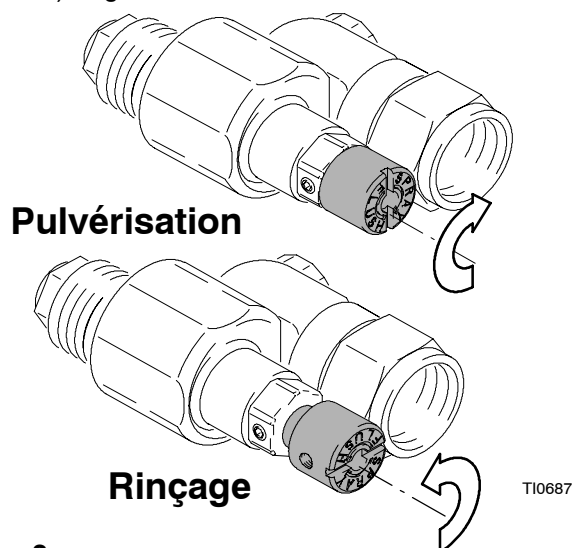

Fig. 2
4. Tourner le bouton de la vanne de pulvérisation dans le sens anti-horaire en position de rinçage. Fig. 2.
La vanne d'arrêt CleanShot™ permet deux réglages : PULVÉRISATION et RINÇAGE. La vanne est positionnée en usine sur PULVÉRISATION pour une pulvérisation à des pressions supérieures à 700 psi (4,8 MPa, 48 bars). Tourner le bouton de la vanne dans le sens anti-horaire et le mettre en position de RINÇAGE pour rincer, nettoyer, amorcer et relâcher la pression. La position RINÇAGE sert aussi pour des pulvérisations à basse pression inférieures à 1000 psi (6,9 MPa, 69 bars). Fig. 2.